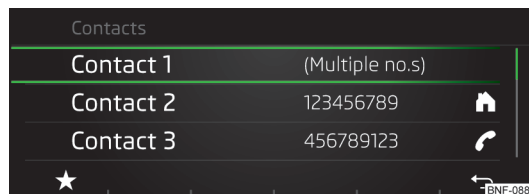

Fig. 113
- » Hvis du trykker på funktionsknappen » Fig. 113, vises der en menu til at gemme den foretrukne kontakt » Side 85, *Foretrukne kontakter (favoritter)*.